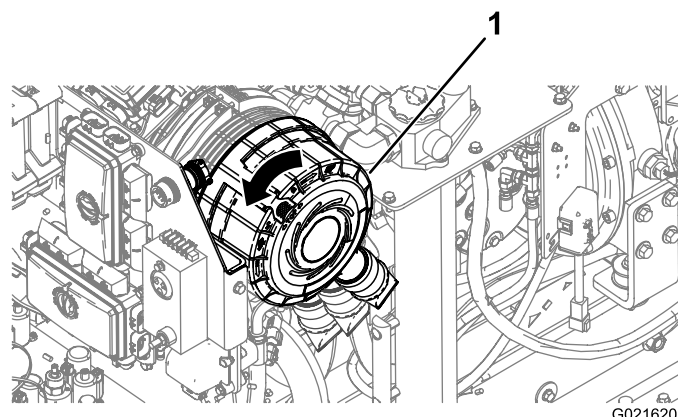

Figure 117
4. Faites pivoter le couvercle du filtre à air dans le sens horaire pour placer le capuchon antipoussière à la position 4 heures (Figure 117).
5. Poussez vers l'intérieur le verrou situé sur le couvercle du filtre à air jusqu'à ce qu'il soit complètement engagé (Figure 117).
6. Faites pivoter le couvercle du filtre dans le sens antihoraire pour placer le capuchon antipoussière à la position 4 heures (Figure 117).